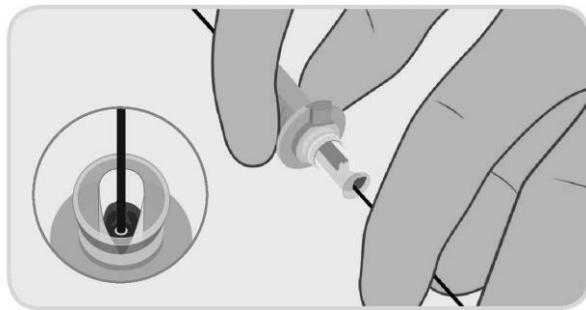

Figure 7. Chargement du guide dans la canule du dispositif.
- Durant l'insertion, lubrifier le guide à l'aide de solution saline non héparinée. Insérer le guide dans l'implant au sein de la canule de chargement (Figure 7). Continuer à insérer le guide jusqu'à ce qu'il ressorte à l'arrière du manche du dispositif de fermeture PerQseal®. Maintenir la gaine d'introduction PerQseal® à un angle peu prononcé par rapport à l'axe longitudinal de l'artère (20°, par exemple) et maintenir la gaine d'introduction le plus droit possible afin d'éviter les plis.
Remarque 2 : Lors de l'insertion, saisir uniquement la partie arrière de la canule de chargement, comme indiqué à la Figure 7.